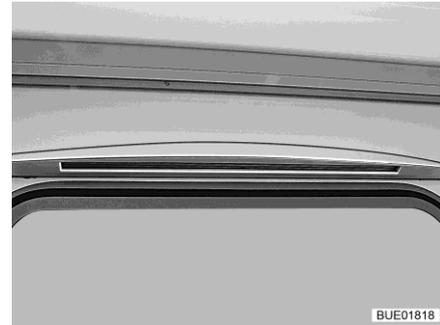

Fig. 67 Éclairage de l'auvent (pas en cas de store extérieur)
- Éclairage auvent (Fig. 67) (partiellement équipement spécial) (pas en cas de store extérieur)